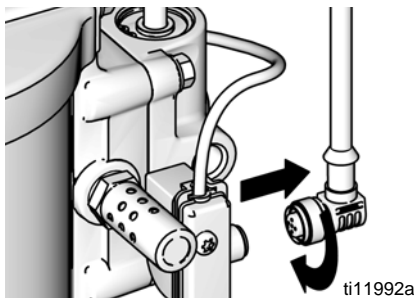

ABB. 9. DataTrak abklemmen
- Kabel von der Reedschalter-Baugruppe abschrauben. Siehe ABB. 9.